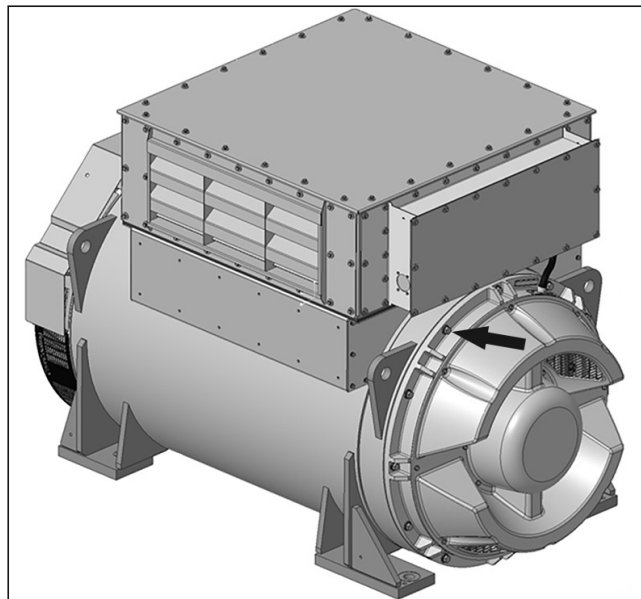

FIGURA 18. INSTRUCCIONES DE EXTRACCIÓN Y COLOCACIÓN DE LA CUBIERTA DE LA ENTRADA DE AIRE
1. Retire la cubierta de la entrada de aire aflojando los 14 pernos M8 para poder acceder a los tornillos de sujeción del soporte de tránsito del rotor. Consulte: Figura 18 en la página 33.
1. Retire la tapa de la entrada de aire para acceder a los tornillos de tapón del soporte de tránsito del rotor. Consulte: Figura 18 en la página 33.